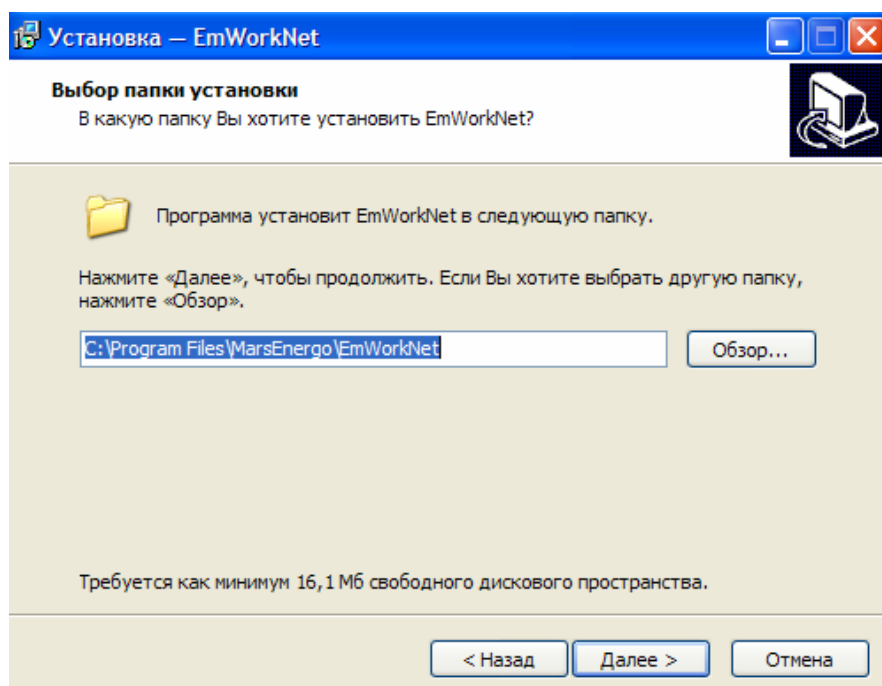
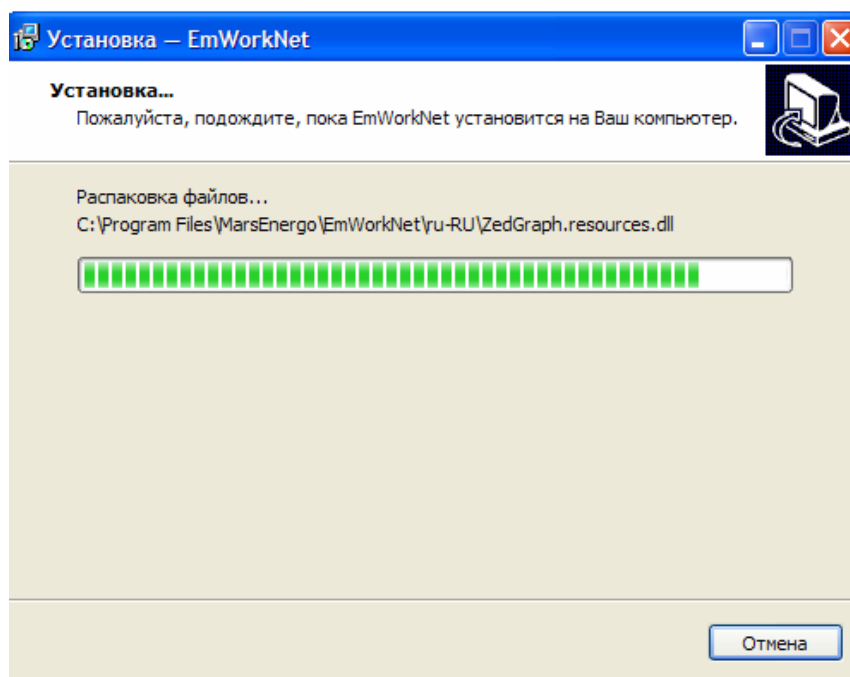

Рис. 14.9
Рис. 14.10
9. В открывшемся окне (рис. 14.9) можно выбрать путь для установки программы или оставить его стандартным. В 64-разрядной системе при выборе стандартного пути установки программа автоматически будет перенесена из папки «Program Files» в папку «Program Files x86». После нажатия на кнопку «Далее >» начнется установка (рис. 14.10).